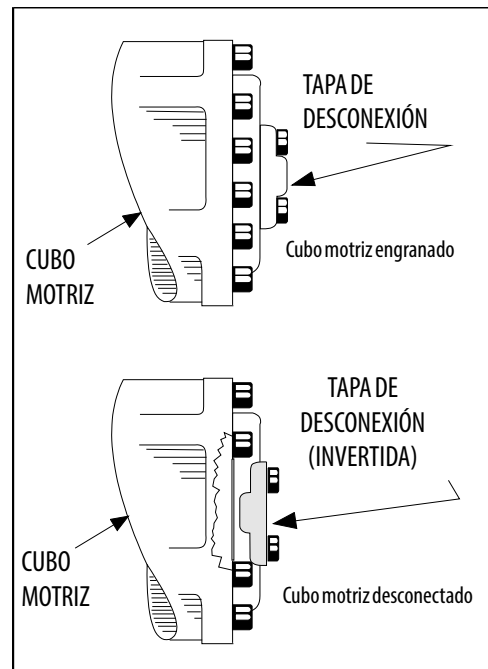

Figura 4-5. Desconexión de cubo motriz
3. Desengranar los cubos de las ruedas motrices invirtiendo sus tapas de desconexión. Consultar la Figura 4-5., Desconexión de cubo motriz.